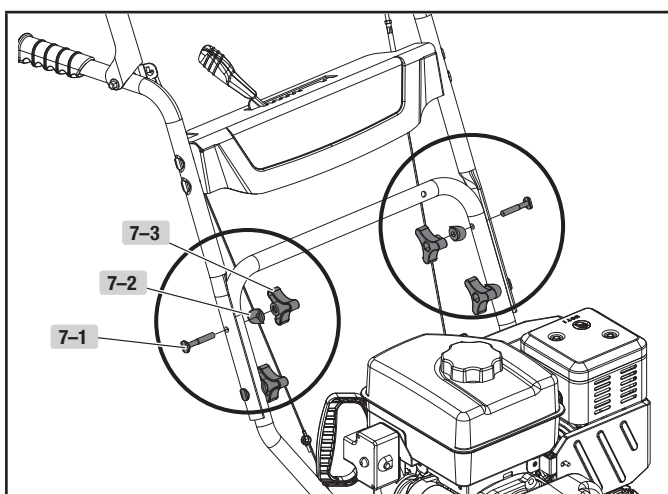

Figure 7
2. Connectez les 2 derniers boulons (7-1), 2 rondelles (7-2) et 2 verrous boutons (7-3) en haut (figure 7). Serrer à la main tous les quatre moulettes de verrouillage.